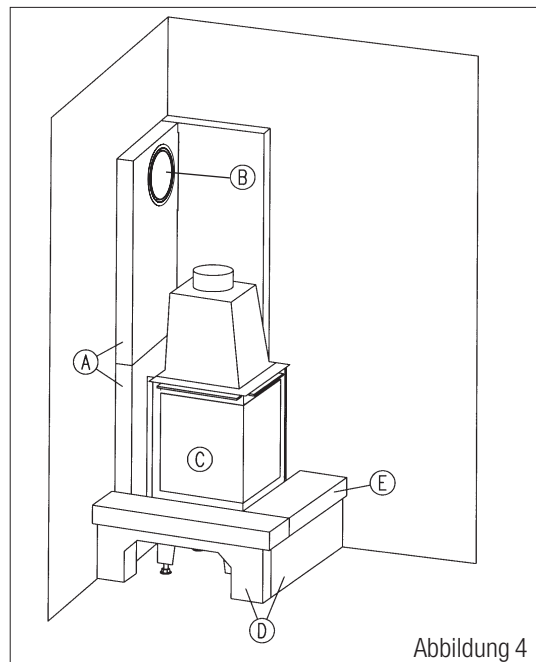

Abbildung 4
6.2 Der Radiante-Einsatz muss so gerückt werden, dass der Untersims ca. 3 - 5 mm überdeckt wird, aber noch 2 - 3 mm „Luft“ zwischen Marmor und Heizeinsatz verbleibt, so dass sich der Heizeinsatz ausdehnen kann, ohne die Marmorteile zu beschädigen! (**Abb. 4**)